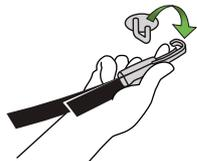

Figure 77
- Insérez et maintenez le ressort de rétention sur le crochet d'attache, puis retirez-le de l'ancrage supérieur du véhicule, tel qu'illustré dans la **Figure 77**.